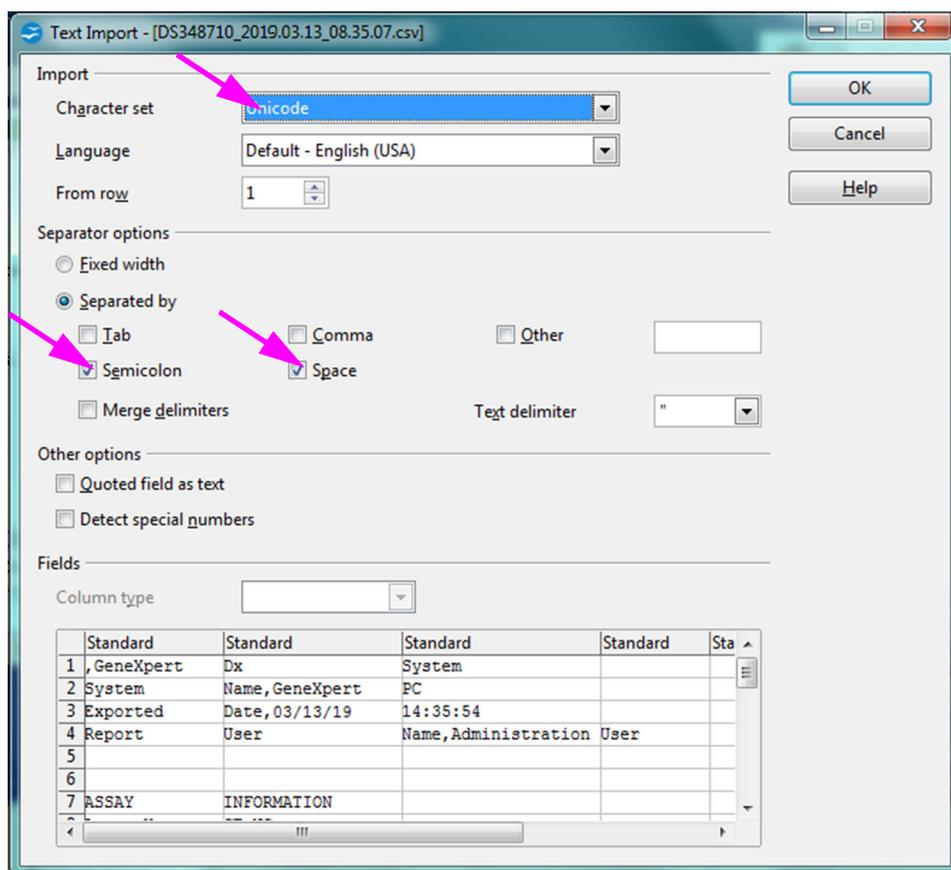

Figura D-3. Schermata Text Import (Importazione testo) con le impostazioni predefinite
3. Fare clic su **Next (Avanti)**. Quando compare la nuova schermata, inserire le informazioni richieste (nome e iniziali) e fare clic su **Finish (Fine)**. Viene visualizzata la schermata Text Import (Importazione testo). Vedere la Figura D-3.
4. Nella schermata predefinita Text Import (Importazione testo) (vedere la Figura D-3), deselezionare **Semicolon (Punto e virgola)** e **Space (Spazio)**.